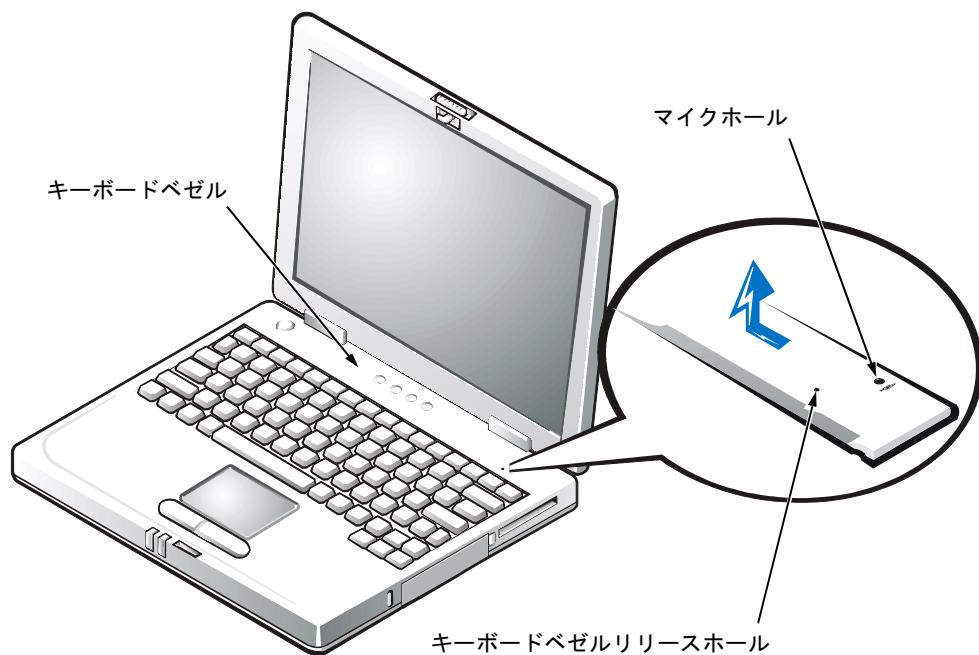

図 7 キーボードベゼルの取り外し
| 図 7 | キーボードベゼルの取り外し | 9 |
注意：マイクの損傷を避けるため、マイクホールには物を差し込まないでください（図 7 参照）。
1. クリップの先端、または同じくらいの大きさの工具をキーボードベゼルリリースホールに当て、慎重に押し下げます（図 7 参照）。